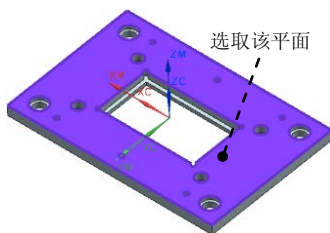
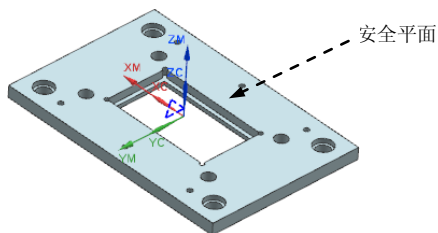

图 11.28 选取参考面
图 11.29 安全平面
Step3. 单击“安全平面”对话框中的 **指定** 按钮，系统弹出“平面”对话框，选取图 11.28 所示的平面为参照，然后在 **偏置** 区域的 **距离** 文本框中输入值 10.0，单击 **确定** 按钮，系统返回“安全平面”对话框并创建一个安全平面，单击“安全平面”对话框中的 **显示** 按钮可以查看创建的安全平面，如图 11.29 所示。